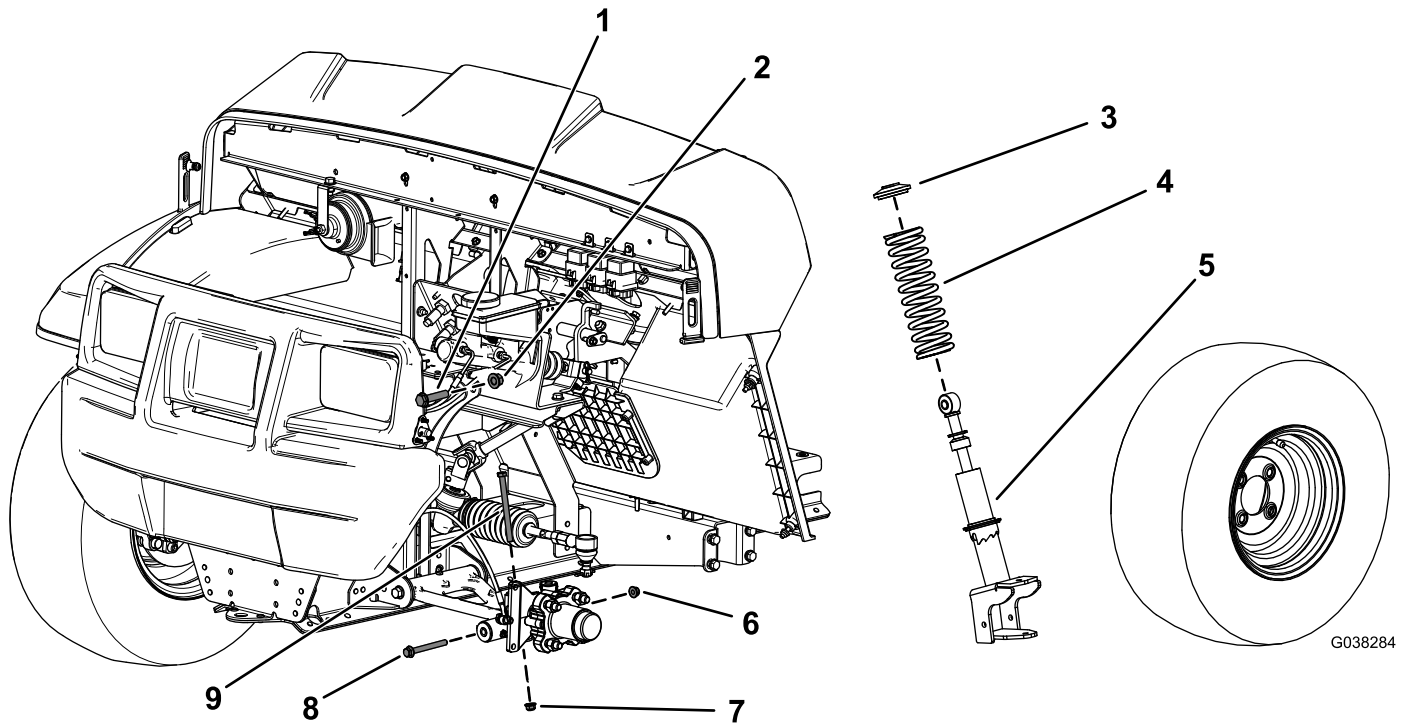

Figura 1
2. Rimuovete il bullone a testa esagonale (3/8" x 4 3/4") e il dado flangiato (3/8") dal fusello (Figura 1).
3. Rimuovete il bullone a testa esagonale (3/8" x 3 1/2") e il dado flangiato (3/8") dal braccio di comando (Figura 1).
4. Rimuovete il bullone a testa esagonale ($\frac{1}{2}$ " x $2\frac{1}{4}$ ") e il dado di bloccaggio ($\frac{1}{2}$ ") che fissa il gruppo del montante al telaio superiore (Figura 1).
5. Rimuovete il gruppo del montante (Figura 1).
3. Rimuovete la molla dal gruppo del montante (Figura 1).
4. Montate la nuova molla sopra il gruppo del montante esistente (Figura 1).
2. Fissate la porzione superiore del gruppo del montante sul telaio con il bullone a testa esagonale superiore ($\frac{1}{2}$ " x $2\frac{1}{4}$ ") e il dado di bloccaggio ($\frac{1}{2}$ ") come illustrato nella Figura 1.
4. Montate il bullone a testa esagonale ($\frac{3}{8}$ " x $4\frac{3}{4}$ ") e il dado flangiato ($\frac{3}{8}$ ") sul fusello (Figura 1).
6. Fissate la porzione inferiore del gruppo del montante sul braccio di comando con il bullone a testa esagonale ($\frac{3}{8}$ " x $3\frac{1}{2}$ ") e il dado flangiato ($\frac{3}{8}$ ") come illustrato nella Figura 1.